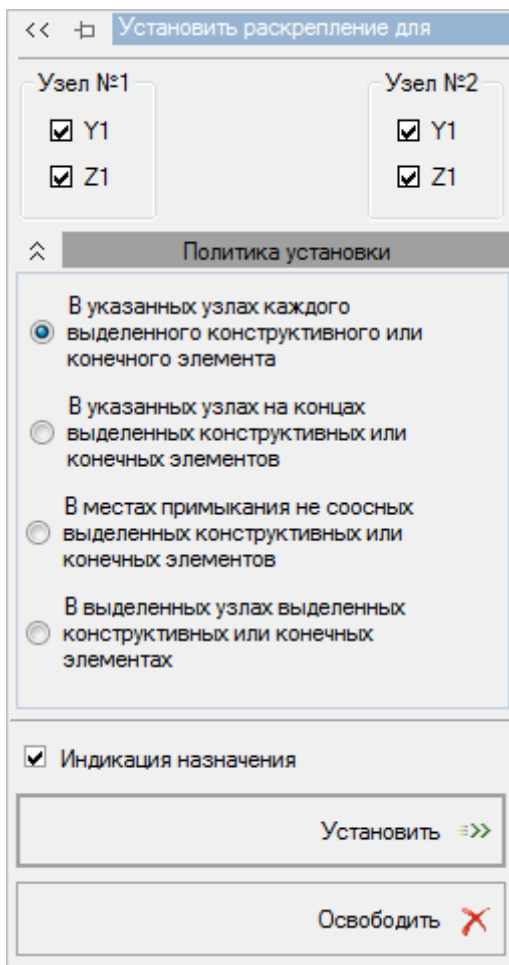

Рис. 147. Задание раскреплений для прогибов
- С помощью пункта меню **Конструирование** → **Установить раскрепление для прогибов** (кнопка  на панели инструментов) вызовите панель активного режима **Установить раскрепление для прогибов** (рис. 147).